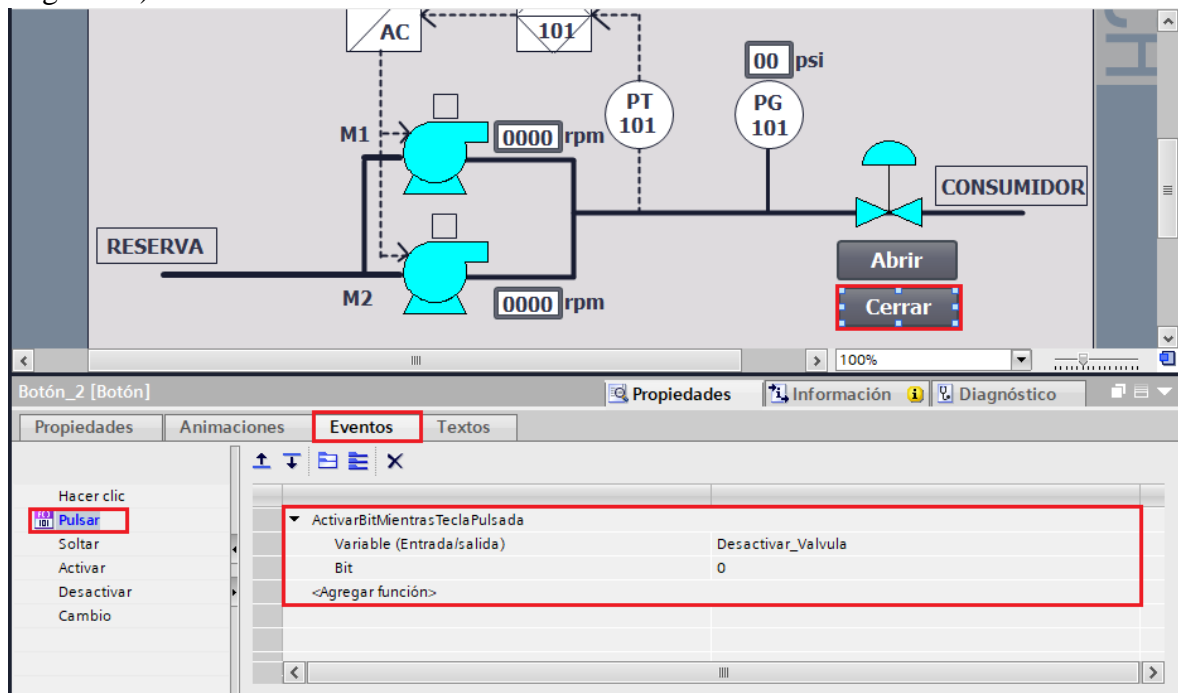

Figura 61. Configuración botón “Cerrar”.
- En “Variable (Entrada/salida)” seleccionar la variable del PLC_1 “Desactivar_Valvula” (ver Figura 61).